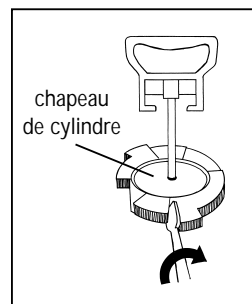

Figure 1
2. Tirez la poignée vers le haut. Insérez un petit tournevis dans l'une des fentes visibles sur le côté du chapeau du cylindre (voir figure 1) et tournez le chapeau dans le sens horaire. Retirez le chapeau du cylindre en le soulevant et enlevez l'arbre.